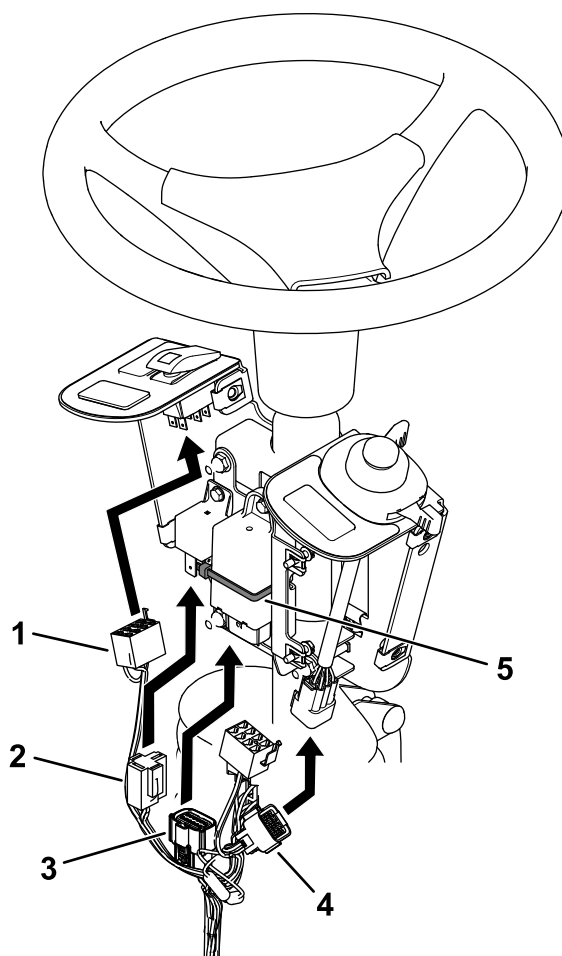

Figura 8
5. Fissate il lampeggiante con una fascetta per cavi (Figura 8).
6. Inserite il cablaggio preassemblato nell'interruttore a bilanciere e nell'interruttore multifunzione (Figura 8).
7. Inserite il cablaggio preassemblato nel relè e nel lampeggiante (Figura 8).